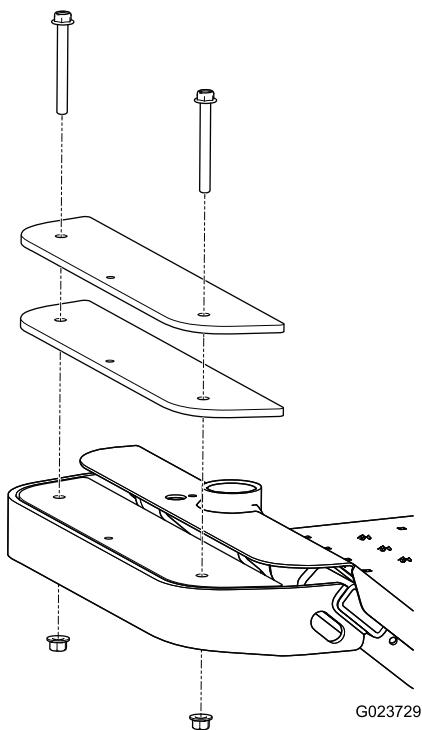

Рисунок 13
1. Удалите 2 болта с 2 гайками, которые крепят имеющиеся грузы в передней части машины (Рисунок 13).